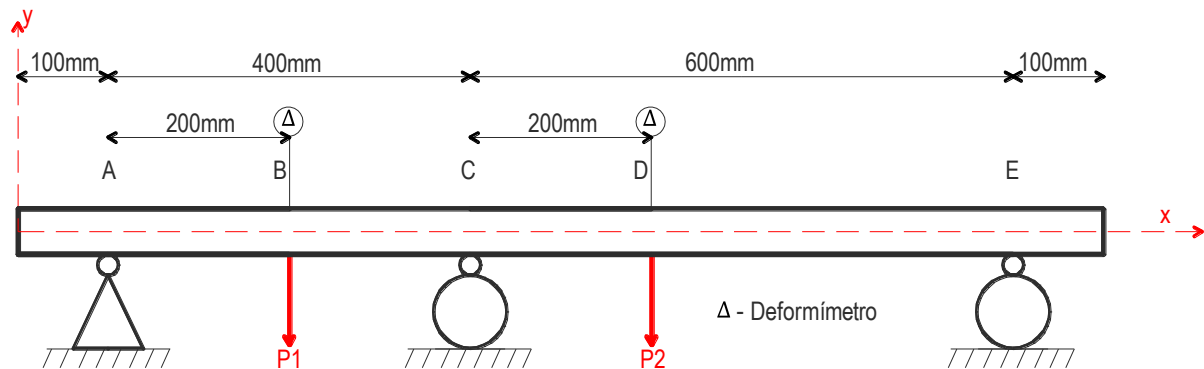

Figura 2. Esquema del montaje experimental.
3. Desarrollar la práctica. La Figura 2 muestra las condiciones de carga, apoyos y geometría que se deben utilizar.